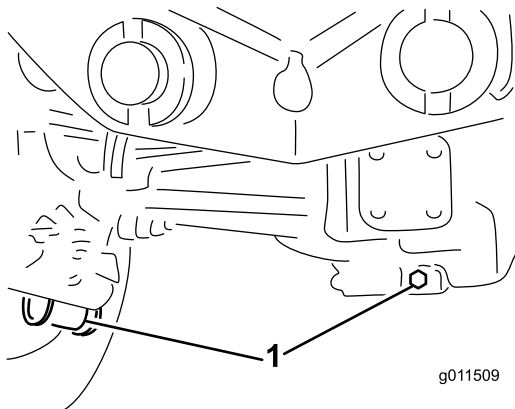

Bild 66
2. Reinigen Sie den Bereich um die drei Ablassschrauben, d. h. jeweils eine an beiden Enden und eine in der Mitte (**Bild 66**).